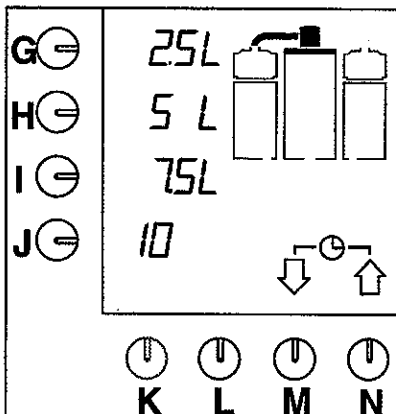

Fig. 5 Display med standardvalgmulighederne
- Indikatorlampen på kontakten lyser. Standardvalgmulighederne vises i displayet (fig. 5).